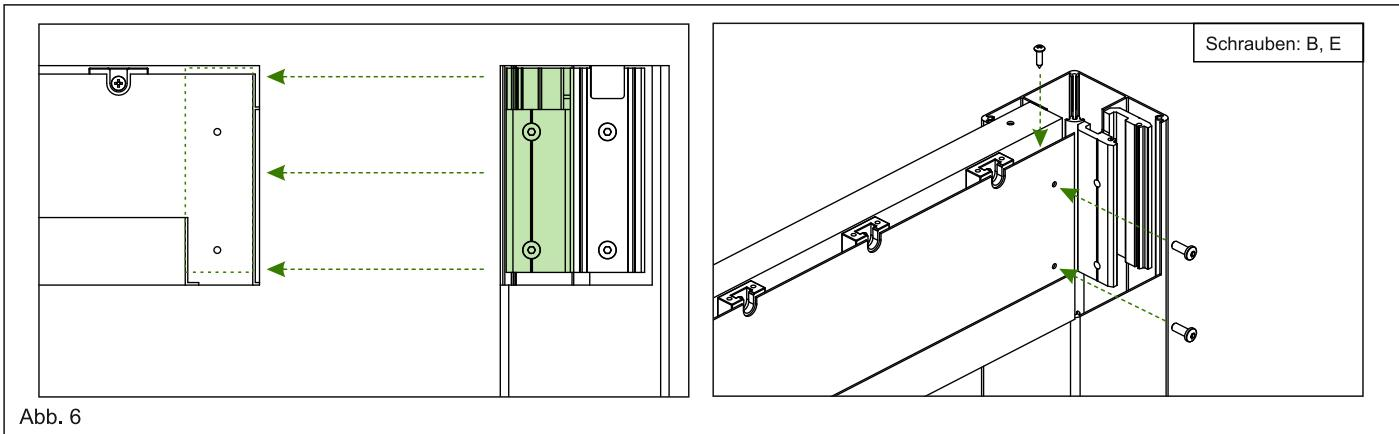
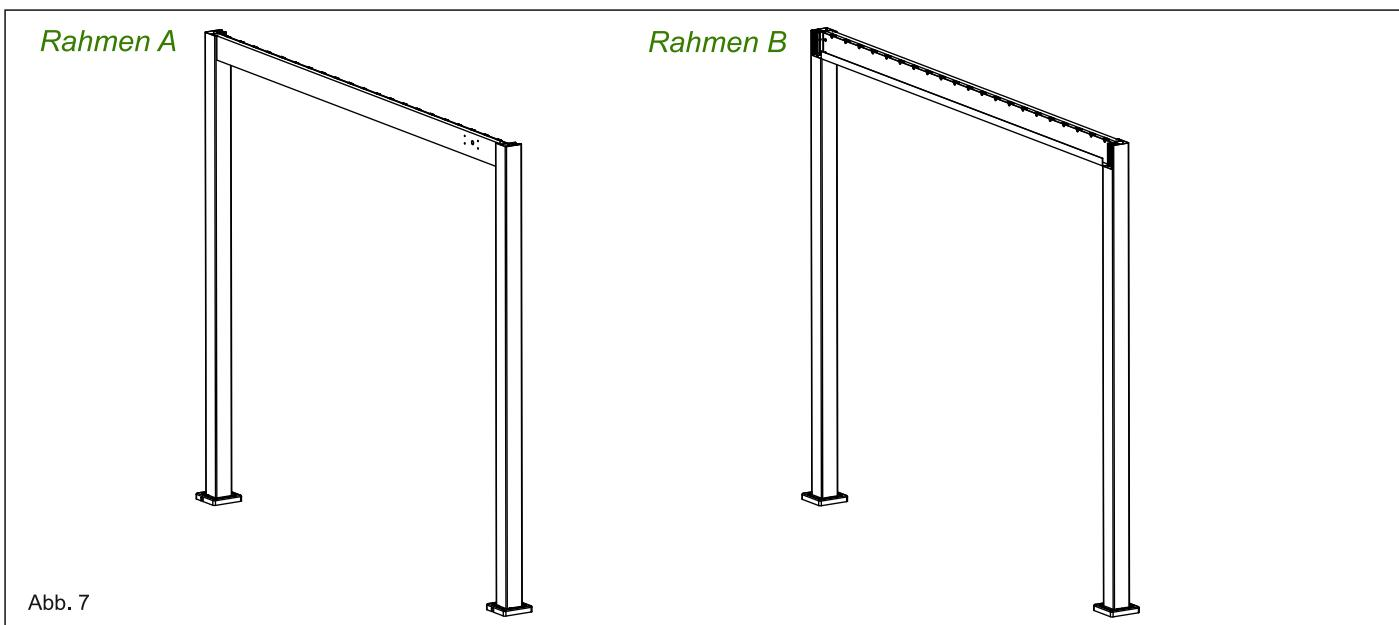

Abb. 6
Abb. 7
3.1. Verbinden Sie als erstes den Träger A mit dem Pfosten A zusammen. Rasten Sie den Träger in die U-Profilnuth (mit Kerbe) des Pfostens A ein. Befestigen Sie den Träger mit dem Pfosten, mit zwei (B) M6x16-Innensechskantschrauben und einer (E) ST4,2x 16-Kreuzschlitzschraube mit selbstschneidendem Kopf, zusammen. Auf der anderen Seite des Trägers A befestigen Sie den Pfosten D ebenfalls mit 3 Schrauben. Siehe Abb. 6. Somit haben Sie ein Rahmen mit der Steuereinheit-Seite. Siehe Abb. 7.
3.2. Träger D ist für die Montage mit den Pfosten B und C vorgesehen. Befestigen die beiden Pfosten an dem Träger und beachten Sie dabei die Abb. 7, um die Vormontage des zweiten Rahmens abzuschließen. Siehe Abb. 7, 8.